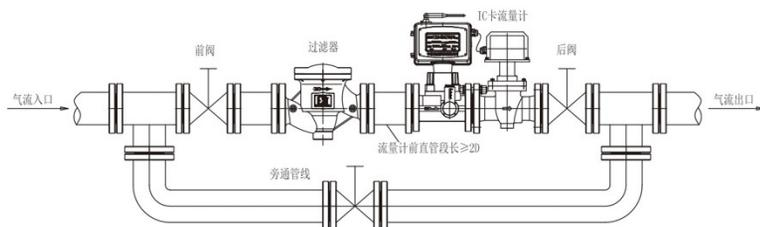
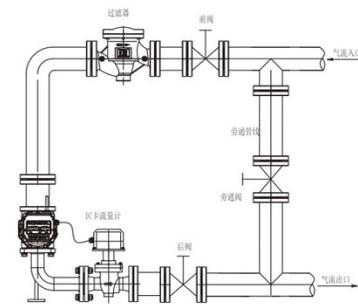

图4
图5
- ◎为不影响计量要求，按图4所示须安装（2~3）DN前直管段外，控制阀前、后端一般无须增加直管段（与流量计连接时需要连接管除外）；
- ◎管道安装（见图4、图5）